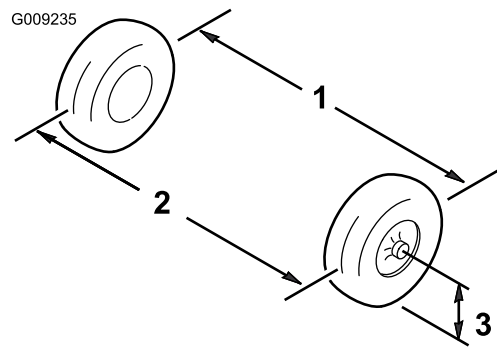

図 32
4. 前輪の前と後ろで、左右のタイヤの中央線間距離を測る；計測はアクスルの高さで行う（図 32）。